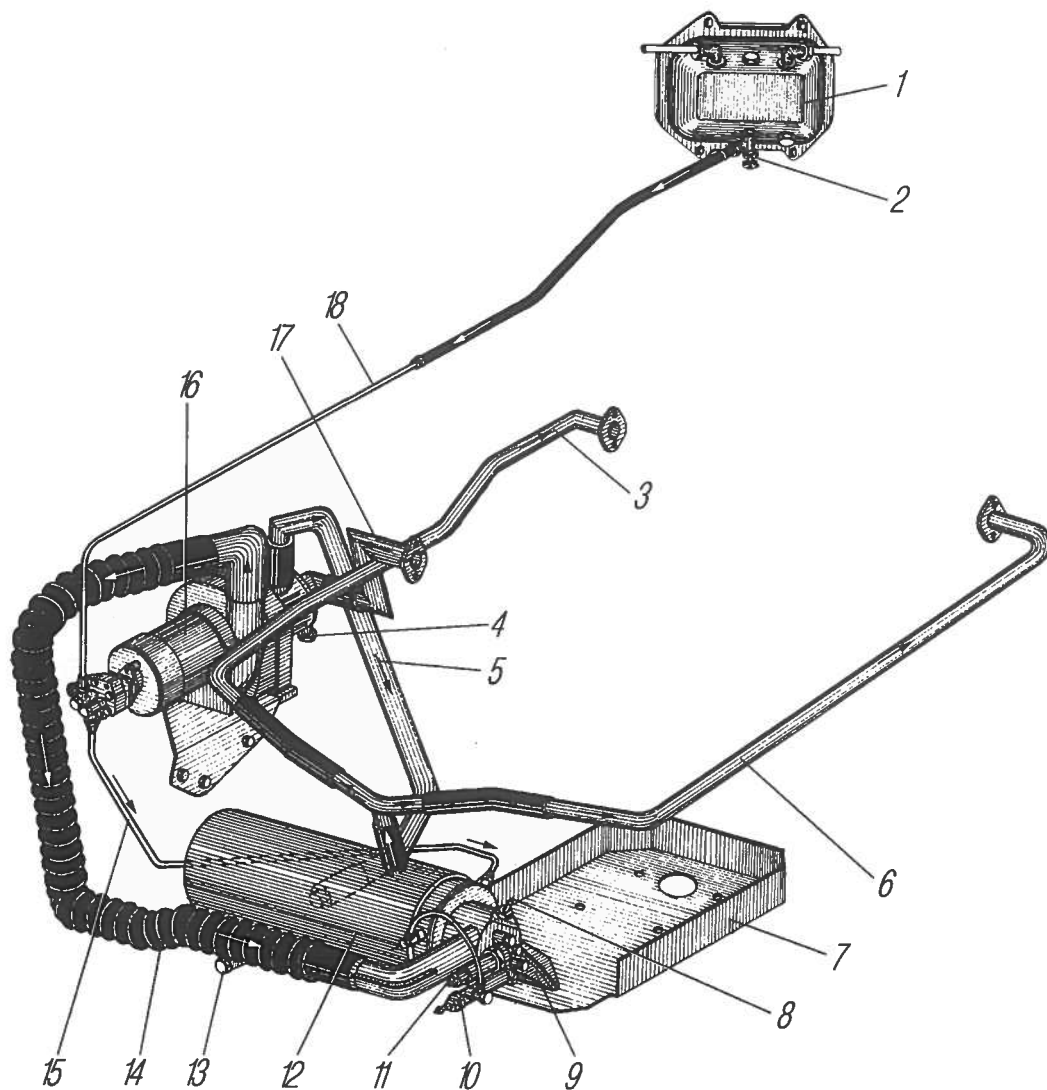

Рис. 23. Система предпускового подогрева двигателя:
– предпусковой подогреватель, состоящий из: котла 12 (рис. 23), расположенного на первой поперечине рамы автомобиля; насосного агрегата 16 (электродвигатель, вентилятор, жидкостный и топливный насосы), расположенного на правом лонжероне рамы автомобиля; источника высокого напряжения;
Подогреватель работает следующим образом. Топливный насос забирает топливо из бачка подогревателя и под давлением при открытом электромагнитном клапане впрыскивает его через форсунку в горелку, где распыленное топливо смешивается с воздухом, воспламеняется и сгорает, нагревая в котле жидкость. Под действием насоса жидкость циркулирует по трубопроводам, по блоку в направлении, показанном стрелками на рис. 23.